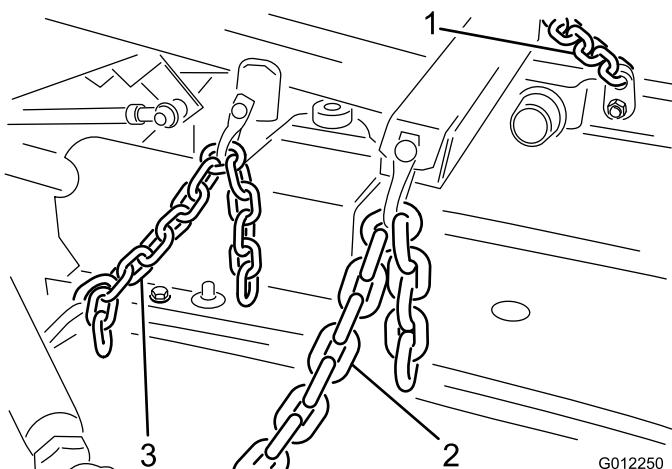

Figure 9
- Fixez les chaînes de relevage au bras de relevage et aux supports de chaînes sur le plateau de coupe avec 6 manilles, goupilles de manilles (3/8 x 1-1/2") et goupilles fendues (1/8 x 3/4") (Figure 9). Pour que le plateau de coupe puisse se relever correctement, fixez les chaînes aux maillons suivants lors du montage :